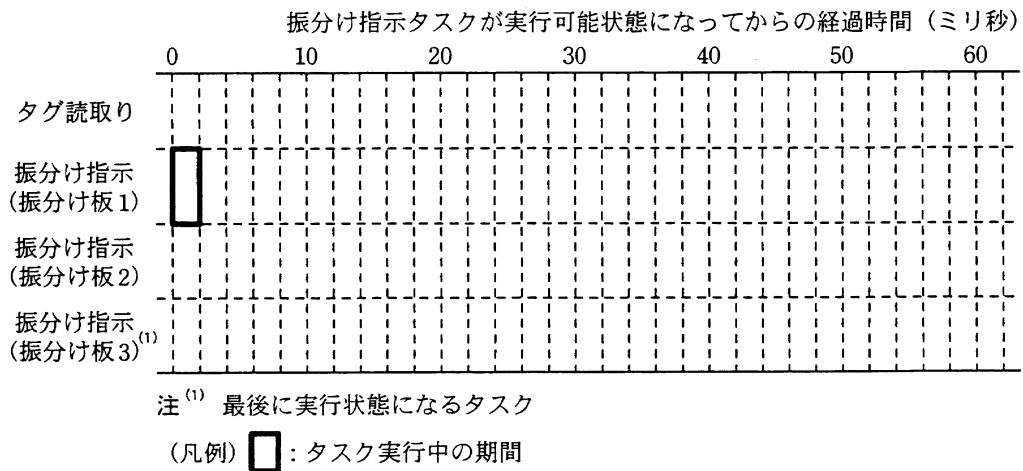

図4 主要なタスクの実行状態
- (1) タグ情報読取りに成功すると、書籍を押し出すために、振分け指示タスクにパラメタが渡される。このときの必要なパラメタを二つ答えよ。
- (2) ある時点で三つの振分け指示タスクが同時に実行可能状態になり、その2ミリ秒後にタグ読取りタスクが主制御タスクから通知を受けた。このときの主要なタスクの実行状態を図4に示す。各タスクの実行中の期間を凡例に従って記入し、図4を完成させよ。ただし、時間の経過を待つ間のタスクは待ち状態になり、図4に示されていないタスクやリアルタイムOSの処理時間は無視できるものとする。